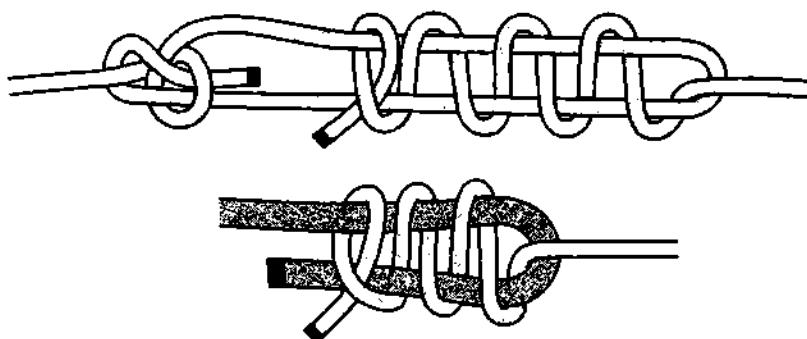

Рис. 940. Докерский узел 1-го вида.
**Докерским узлом** моряки обычно привязывали тонкий линь лёгости к толстому швартову. Толстый канат на берег так просто не подашь – он тяжёлый, поэтому к нему привязывается тонкий лёгкий линь, который подаётся первым и за который вытягивается толстый швартов. Прикрепить тонкий конец лёгости к толстому швартову можно различными узлами, но наиболее популярный именно **докерский узел** (рис. 940, 941). **Докерский узел 2-го вида** не рассчитан на сильные нагрузки и на резкие рывки.